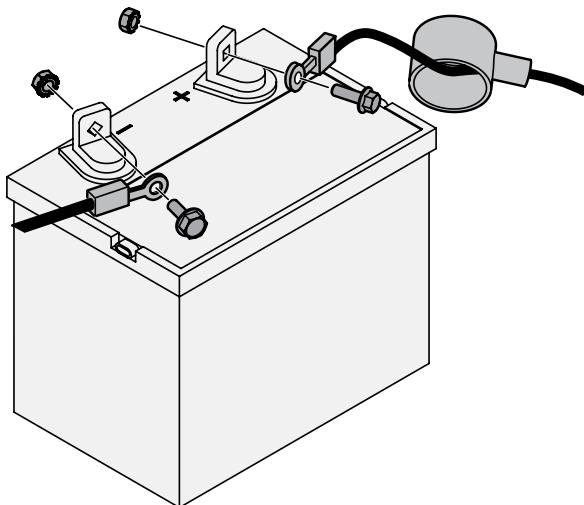

Figura 9
- Retire la cubierta plástica, si es que está presente, del borne positivo de la batería y una el cable rojo al borne positivo de la batería (+) utilizando el perno y la tuerca hexagonal. Vea la Figura 9.
- Retire la cubierta plástica, si es que está presente, del borne negativo de la batería y una el cable negro al borne negativo de la batería (-) utilizando el perno y la tuerca hexagonal. Vea la Figura 9.